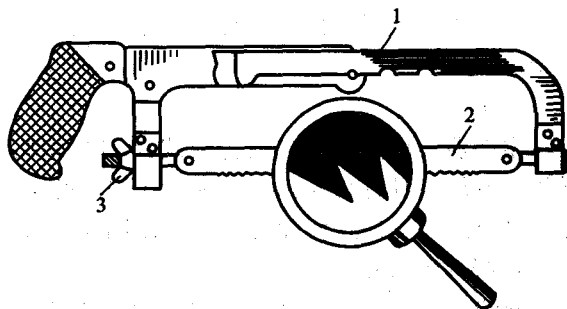

图 1-20 手钢锯
(1) 手钢锯:手钢锯是由锯弓、锯条和张紧螺母组成,如图 1-20 所示。使用时,先通过张紧螺母调整锯条,然后右手握满锯柄,左手轻扶锯弓前端。起锯时,压力要小、行程要短、速度要慢,锯割时,行程要长,以 20~40 次每分钟为宜,快要锯断时,压力要小、行程要短、速度要放慢,用左手扶住被锯下的部分,以防落地损伤工件或砸伤腿脚。
(2) 电锯:电锯的特点是速度快、锯割质